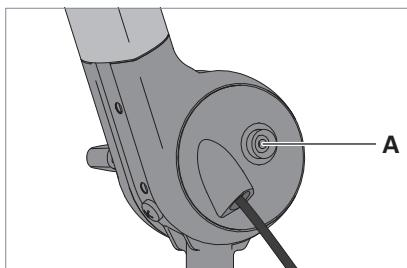

Fig. 5: Botão de pressão para cabo de ligação à terra.
- ▶ Encaixe a extremidade do cabo de ligação à terra, juntamente fornecido, sobre o botão de pressão **A** da luminária, ver Fig. 5.